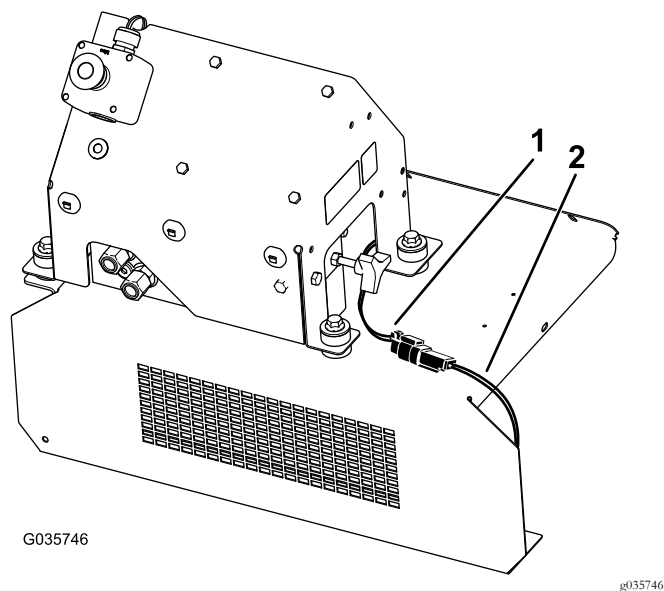

Рисунок 15
17. Вставьте разъем питания в промежуточный жгут проводов (Рисунок 15).